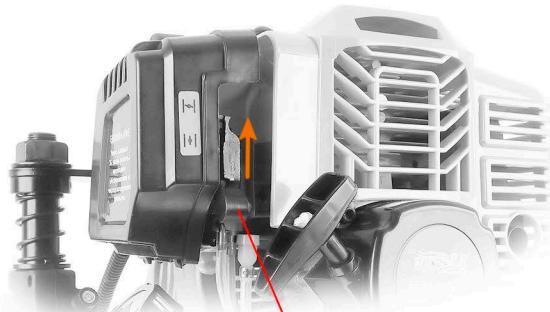

Рис.2
1. В холодное время года или после выключения двигателя отбойного молотка более 5 минут, переведите рычаг воздушной заслонки карбюратора в положение вверх «Закрыто» (Рис. 2).